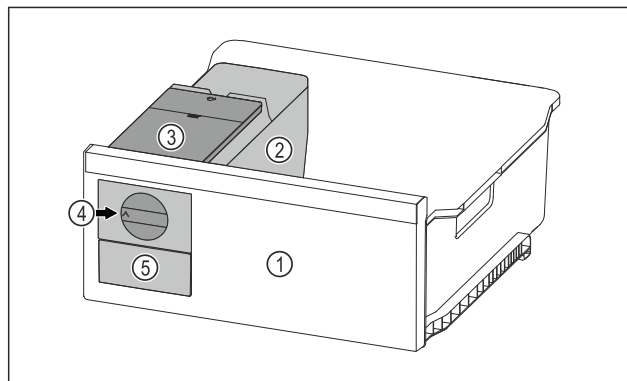

Fig. 102 Przykładowa prezentacja
- ▶ Pokrętko Fig. 102 (4) obrócić zgodnie z ruchem wskazówek zegara.
- ▷ Kostki lodu wypadają do pojemnika na kostki lodu w szufladzie na kostki lodu Fig. 102 (5).